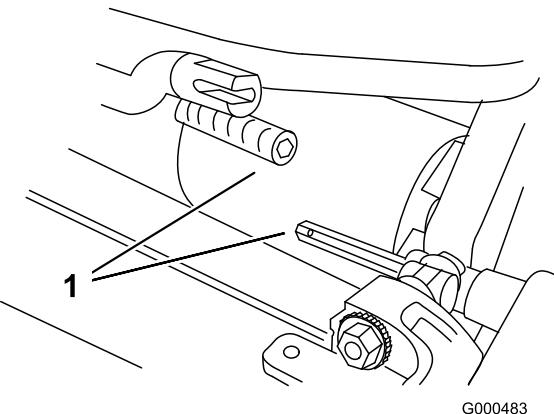

Figura 15
- Empurre a unidade de corte para a frente, cerca de 51 mm, e posteriormente para a direita de modo a desengatar a união da transmissão (Figura 15).